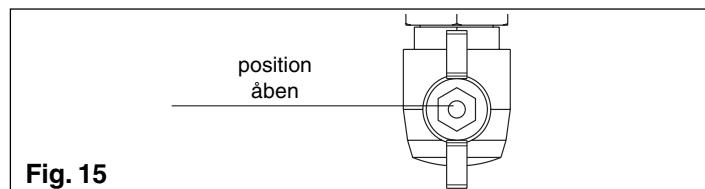

Fig. 15
- åbn gashanen ved at dreje grebet mod uret (fig. 15).